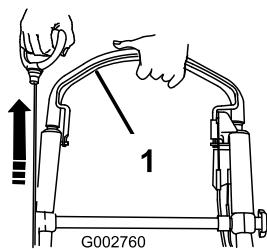

Bild 21
- Drücken Sie den Schaltbügel zum Bügel und ziehen Sie am Rücklaufstarter (Bild 21).